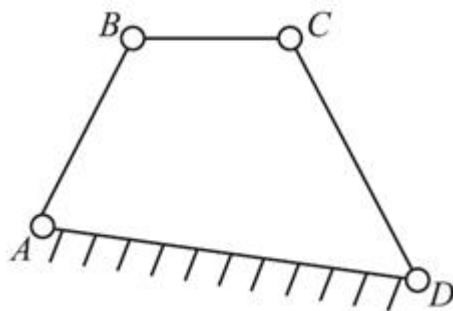

图2-3-7
(2) 若要满足ABCD为双摇杆机构，则最短杆是连杆，即杆BC为连杆，杆AD为机架，其机构简图如图2-3-7所示。